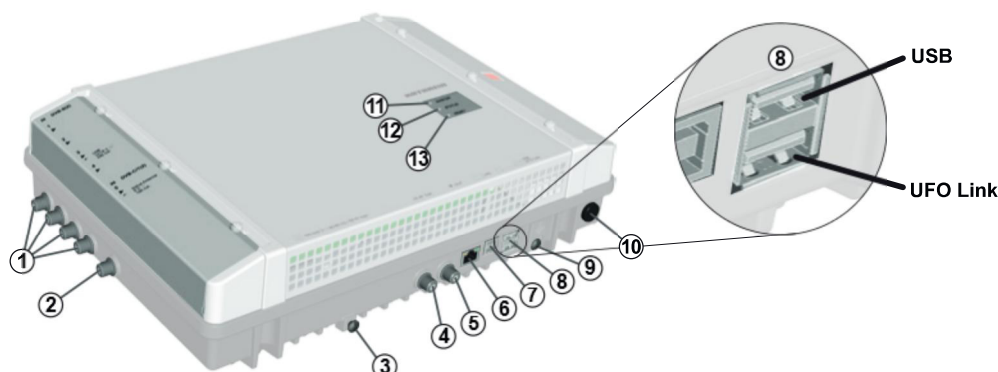

Fig. 1: Elementi dell'apparecchio
1. Collegare un conduttore di compensazione del potenziale (Cu,  $\geq 4 \text{ mm}^2$ ) sulla vite di messa a terra; vedere ④ in Fig. 1, pag. 3.
- Le spine devono essere inserite nelle interfacce UFO Link adatte del master e dello slave (⑥ in Fig. 1).
4. Collegare le linee di segnale AF per l'antenna, la rete via cavo e l'uscita alle testate; vedere ①, ② e ⑤ in Fig. 1, pag. 3.